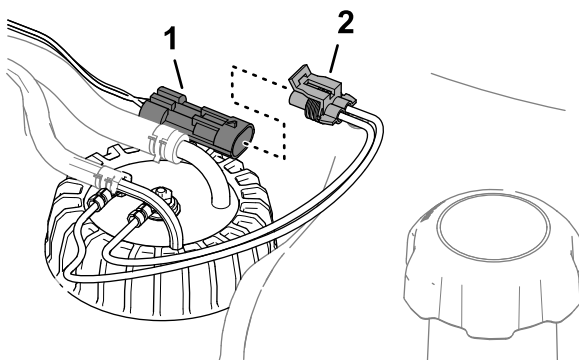

**Figure 88**
2. Retirez les 5 vis cruciformes qui fixent le couvercle du transmetteur de niveau de carburant sur le réservoir de carburant et déposez le couvercle (Figure 88).